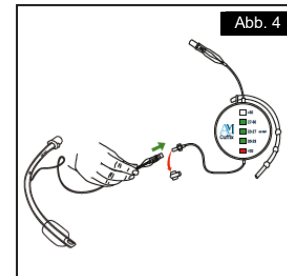

Abb. 4
6. Entfernen Sie die Absperrkappe von der Verlängerung und schließen Sie Cuffix sofort an den Pilotballon des Endotrachealtubus mit dem Anschluss des Pilotballons an [Abbildung 4].